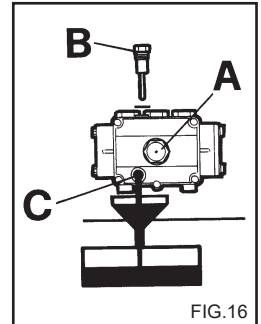

FIG.16
- 2) Desatarraxe a tampa com a vareta de controlo do nível (fig. 16).